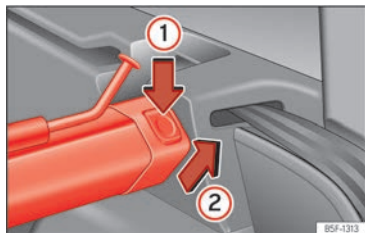

Abb. 191 Im Gepäckraum: Trennwandnetz ausbauen.
- Linke oder rechte Entriegelungstaste »» (Abb. 191) in Pfeilrichtung ① drücken.
- Gehäuse in Pfeilrichtung »» (Abb. 191) ② aus der Halterung herausnehmen.
- Gehäuse links und rechts entgegen der Pfeilrichtung »» (Abb. 191) ② in die Halterungen drücken, bis es einrastet. Die roten Markierungen an den Entriegelungstasten dürfen nicht mehr sichtbar sein.